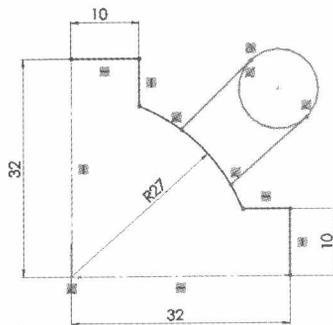

图 2-5 绘制圆和直线段
Step4 绘制圆和直线段。单击“草图”工具栏中的“圆”按钮和“直线”按钮，绘制一个圆和两条直线段，如图 2-5 所示。